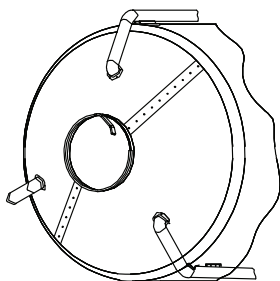
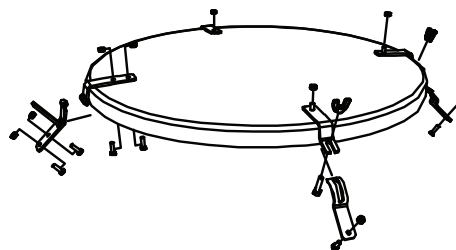
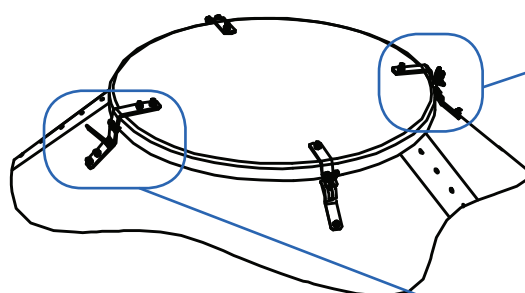

FIG. 16
FIG. 17
FIG. 19
12. Utilice la junta suministrada, en el borde de la parte superior del silo (Fig. 16). Haga agujeros en la fibra de vidrio, fije la bisagra y las tuercas mariposa y asegúrese que las tuercas mariposa y las bisagras se posicionan tal como se muestra (Fig. 17). Finalmente, montar la cubierta quedando como en la figura (Fig. 19).